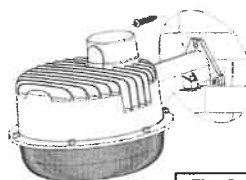

Fig. 3
4. Accrocher le luminaire aux deux vis insérées. Insérer et serrer la vis du dessus comme en **Fig. 3**. Terminer en serrant les deux vis du bas.